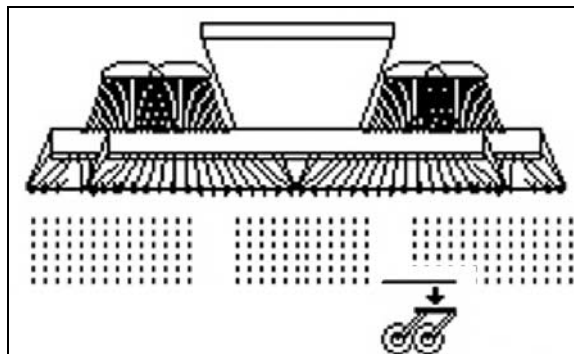

Fig. 65
1. Valg av low-lift-funksjon (Fig. 65).